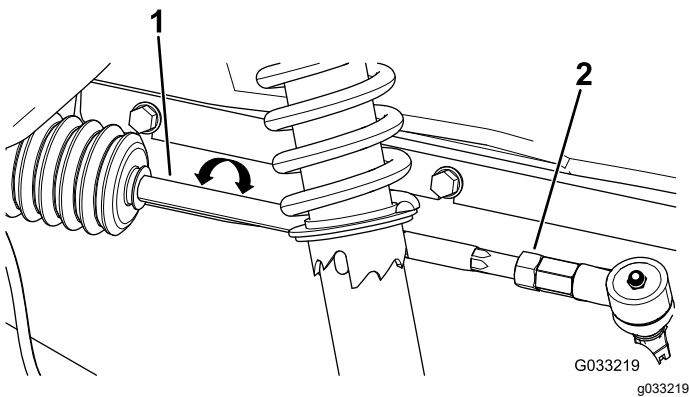

Figura 45
- Si la distancia no es de 0 a 6 mm (0 a 1/4"), afloje las contratuercas en el extremo exterior de las bielas (Figura 45).